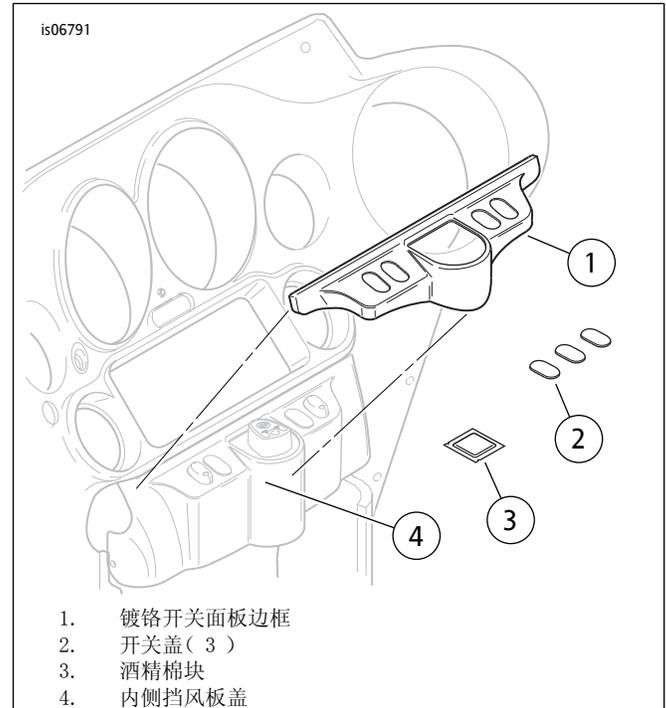

图1. 安装开关面板边框
1. 参见图1。从套件中取出酒精棉块(3)。打开包装，使用棉块彻底清洁内侧挡板盖(4)顶部和侧面的任何污物或油脂。